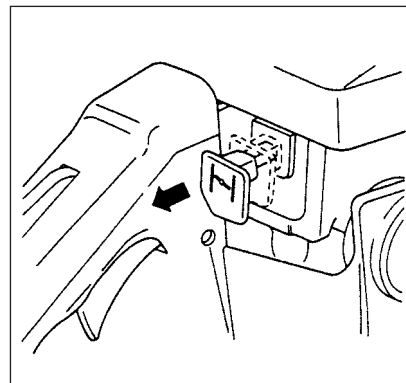

Fig. 2-3
- Tryk chokerknoppen helt til chokepositionen. Det vil automatisk låse gashåndtaget i startpositionen (Fig. 2-3)